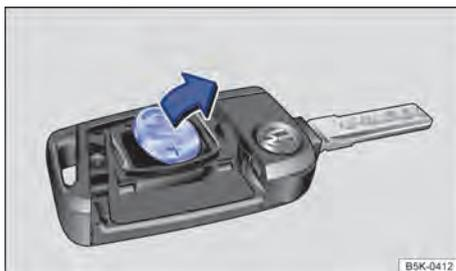

Fig. 22 Chave do veículo: remover a bateria.
- Remover a bateria do alojamento da bateria com uma ferramenta adequada ⇒ Fig. 22. ►
- Posicionar a nova bateria conforme indicado ⇒ Fig. 22 e pressionar no sentido contrário ao da seta para dentro de alojamento da bateria ⇒ ⓘ.